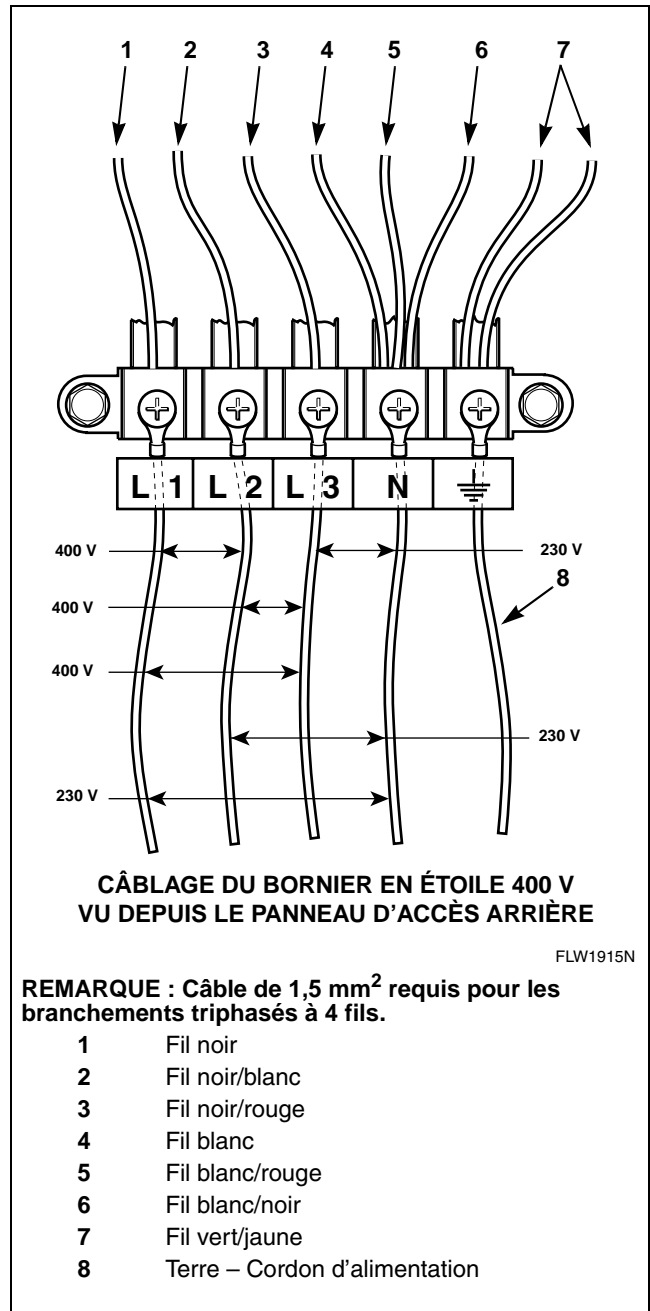
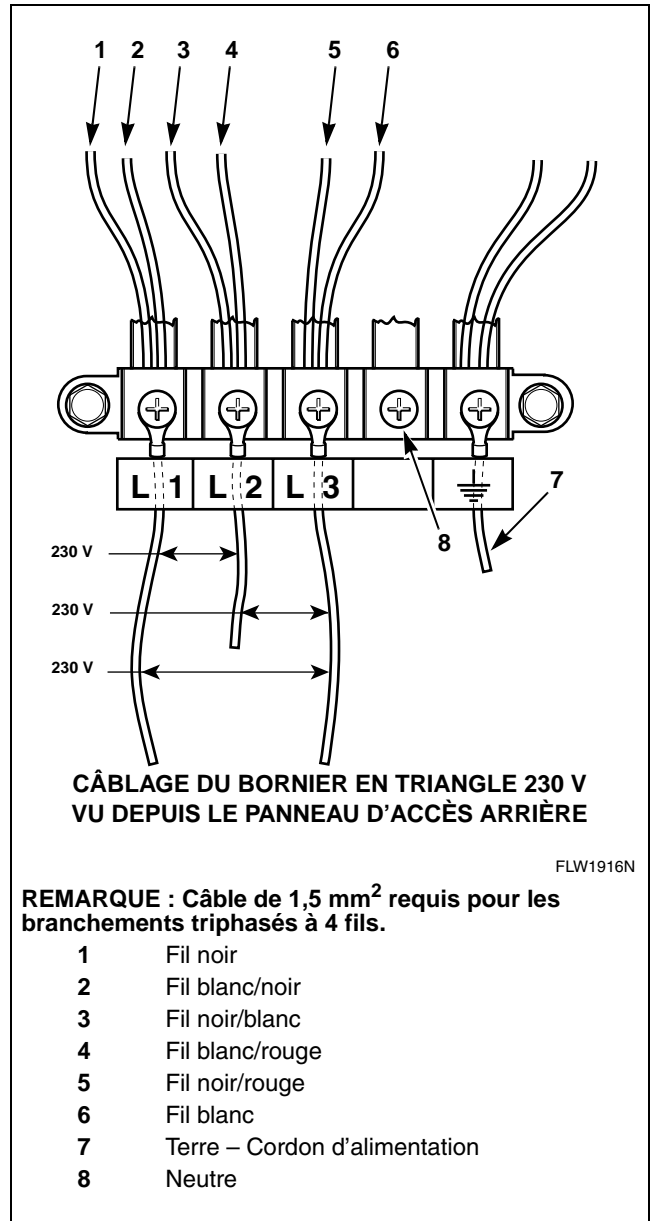
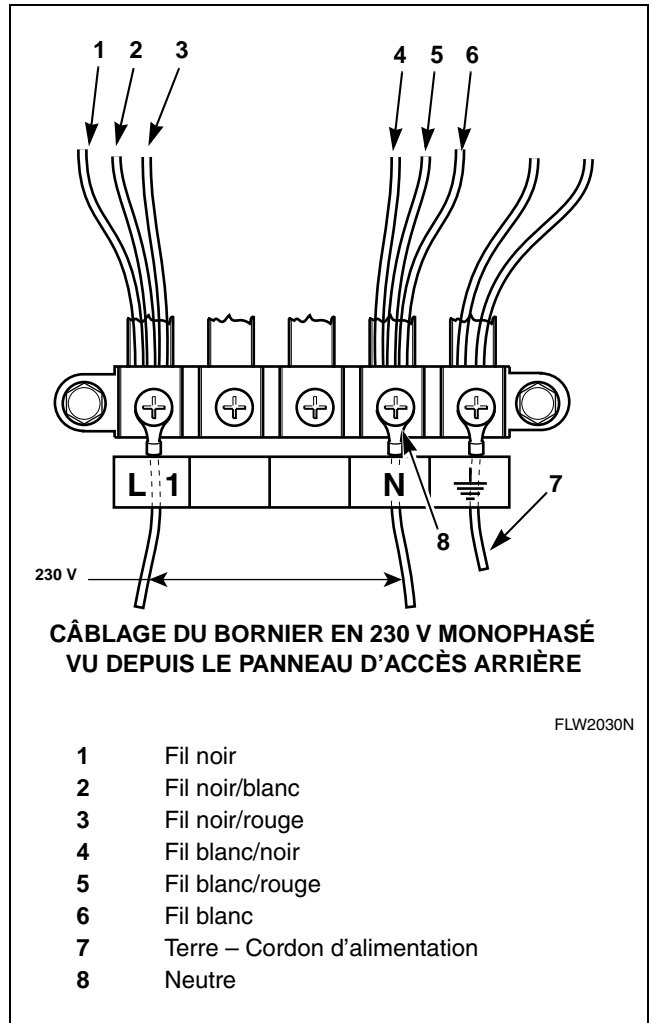

Figure 11
Figure 12
Figure 13
5. Raccorder les fils du cordon d'alimentation comme sur la *Figure 11*.
### Transformation d'un circuit ÉTOILE 400 V en circuit 230 volts trois fils plus terre, TRIANGLE 15 A. Se reporter aux *Figure 11* et *Figure 12* :
9. Apposer une étiquette 801292, fournie avec la machine, sous le bornier. Se reporter à la *Figure 12*.
10. Raccorder les fils du cordon d'alimentation comme sur la *Figure 12*.
**A. Se reporter aux Figure 11 et Figure 13:**
8. Apposer une étiquette 801813, fournie avec la machine, sous le bornier. Se reporter à la Figure 13.
9. Raccorder les fils du cordon d'alimentation comme sur la Figure 13.